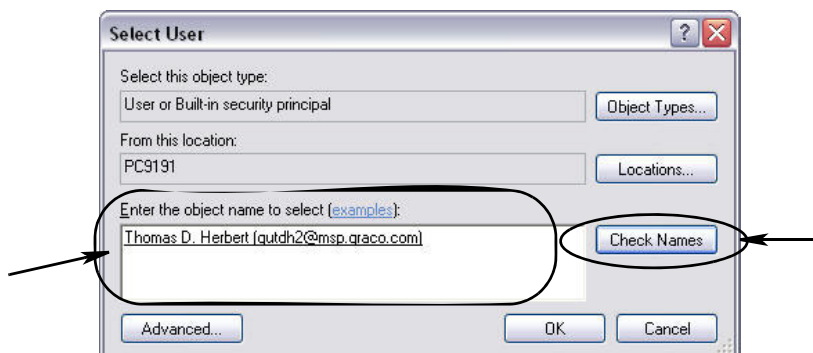

FIG. 59
- h. La boîte de dialogue illustrée à la FIG. 59 s'affiche. Dans le champ « Entrer le nom de l'objet à sélectionner » (Enter the object name to select), tapez votre nom d'utilisateur. Cliquez ensuite sur le bouton Check Names.